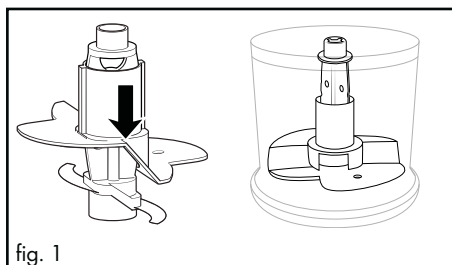

fig. 1
- Pentru 100 ml de frișcă introduceți paletelile **10** pe suportul cuțitului **5**, astfel încât acestea să se sprijine pe ambele cuțite **7** și să se fixeze (fig. 1):